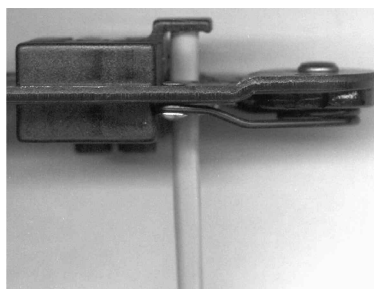
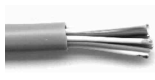

图 7
图 8
1. 剥线。首先用卡线钳的剪线刀口将线头剪齐，再将线头放入剥线刀口让线头触及挡板，如图 7 所示。然后适度握紧卡线钳（注意力度一定不能过大，否则会剪断线芯），同时慢慢旋转双绞线让刀口划开双绞线的保护胶皮，拔下胶皮。如图 8。需说明一点，剥线的长